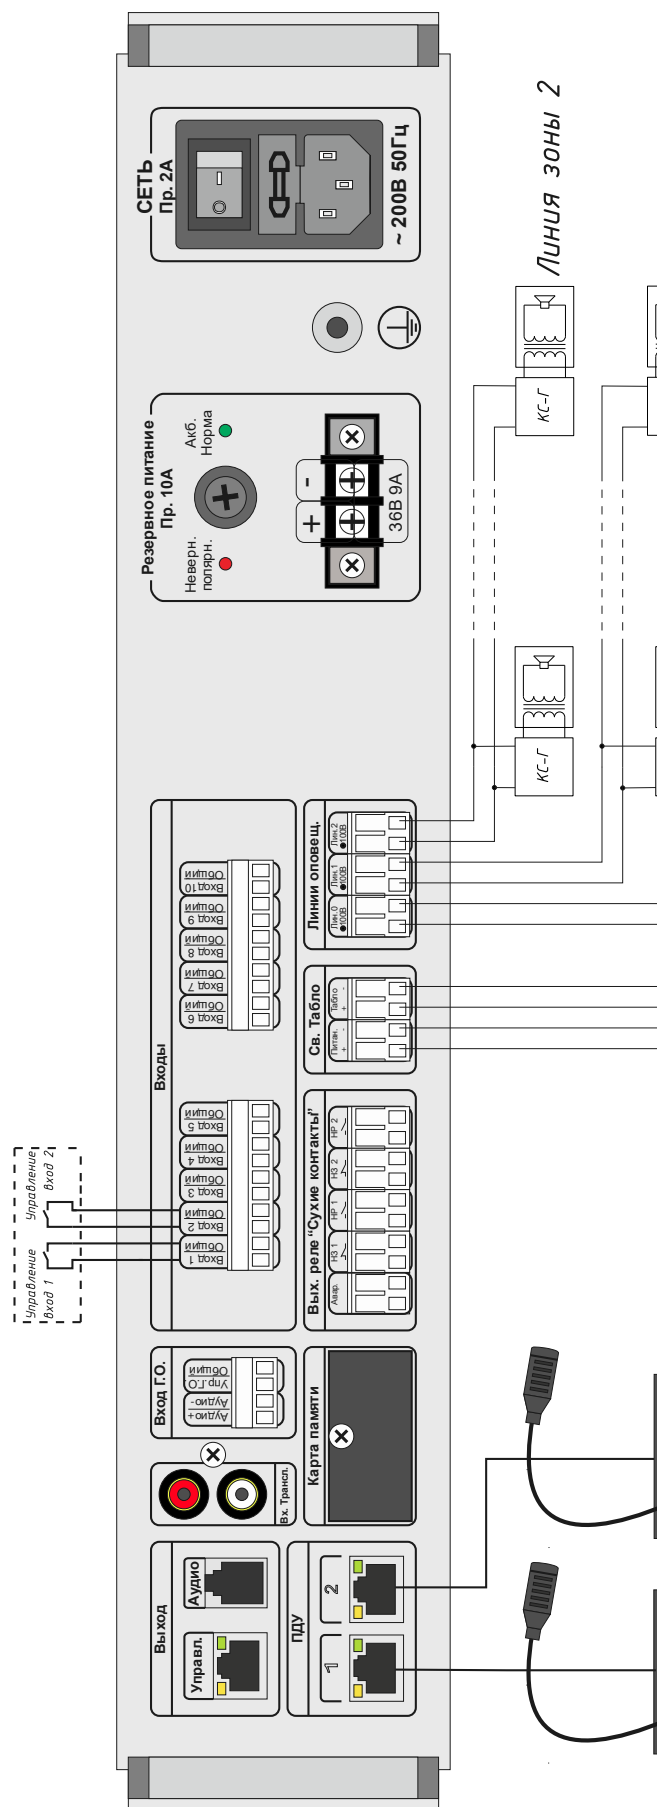

Рис. 2.37 Типовой вариант подключения устройства при автономной работе
2.3.2.6 Производят подключение к *устройству* следующих внешних цепей (см. Рис. 1.1 и Рис. 2.37):